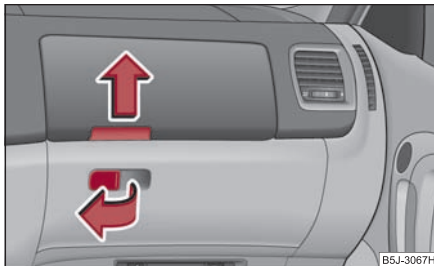

Abb. 106 Schalttafel: Ablagefächer auf der Beifahrerseite
- Ziehen Sie den Griff in der Klappe in Pfeilrichtung ⇒ Abb. 106 und klappen Sie diese auf.